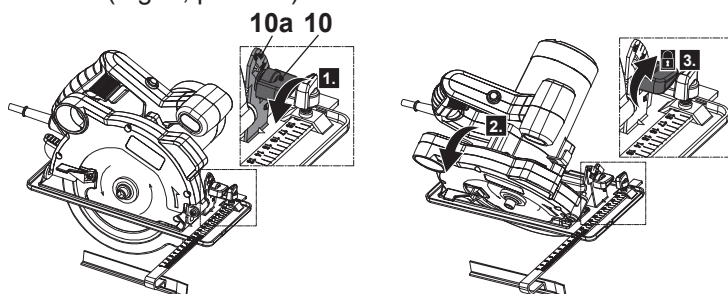

Fig. 6
2. Desaperte o botão de fixação do ângulo do bisel (10) (Fig. 6, passo 1) e incline a estrutura para o ângulo desejado (Fig. 6, passo 2). Use a escala de ângulos (10a) como guia.
3. Apertar o botão de fixação do ângulo do bisel (10) para fixar o ângulo seleccionado (Fig. 6, passo 3).